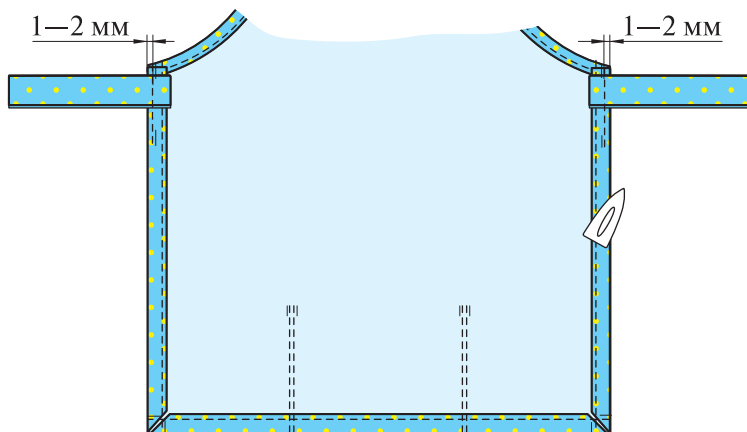

Рис. 6.44. Окончательная отделка фартука
5. Удалите СВН, отогните детали пояса в стороны от середины фартука (рис. 6.44) и *настрочите* их на боковые швы нижней части фартука, отступив от края 1—2 мм, делая закрепки в конце строчек. Приутюжьте.